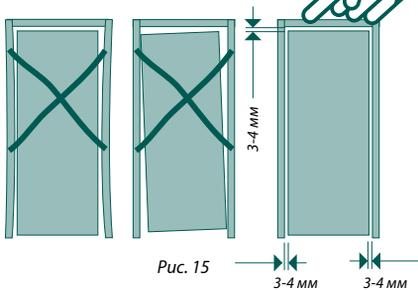

Рис. 15
- Проверьте равномерность прилегания дверного полотна к дверной коробке и визуально по уплотнителю. Рис. 15.